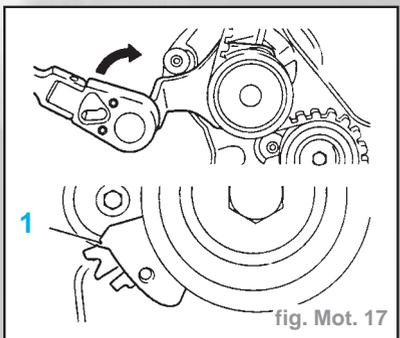

fig. Mot. 17
- Desserrer les vis de fixation de la pompe de liquide de refroidissement. Serrer la courroie crantée en tournant la pompe à liquide de refroidissement à l'aide de l'outil **KM-421-A** dans le sens de la flèche (sens des aiguilles d'une montre) jusqu'à ce que l'index (1) se trouve un peu avant la butée droite (fig. Mot. 17).